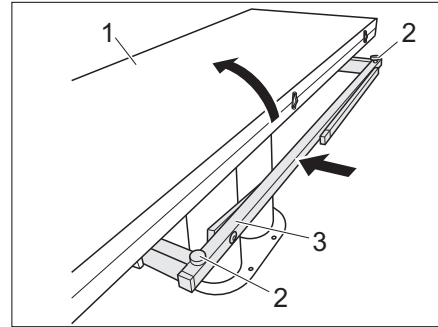

Fig. 113 Reducir la mesa
- Plegar la mitad de la mesa (Fig. 113,1).
- Atornillar dos tornillos de fijación (Fig. 113,2).
- Insertar la estructura inferior de la mesa (Fig. 113,3).